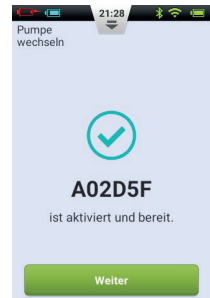

Abbildung 73
- Geben Sie die neue Seriennummer der Pumpe über die Bildschirmtastatur in das dafür vorgesehene Feld ein (Abbildung 72). Drücken Sie die Zurück-Taste, um die Tastatur zu verlassen, und drücken Sie dann Weiter. Der PDA versucht, eine Verbindung mit der neuen Pumpe herzustellen. Nachdem die neue Pumpe aktiviert wurde, zeigt der PDA einen Bestätigungsbildschirm an (Abbildung 73).
- Klicken Sie am Bestätigungsbildschirm (Abbildung 73) auf die Schaltfläche "Fortfahren".